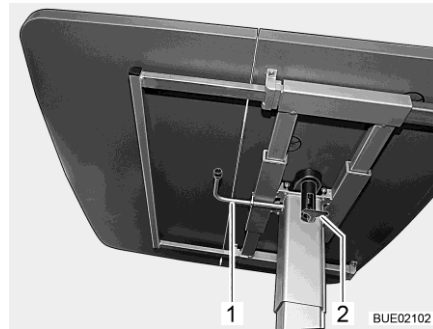

Fig. 131 Tavolo rialzabile
- Tirare verso il basso la leva di serraggio (Fig. 131,2).
- Ruotare la leva (Fig. 131,1) sotto il piano del tavolo di 180° in senso orario. Il meccanismo di sollevamento nel piede del tavolo viene sbloccato.
- Ruotare la leva (Fig. 131,1) sotto il piano del tavolo di 180° in senso orario. Il piano del tavolo va automaticamente verso l'alto fino al fine corsa.